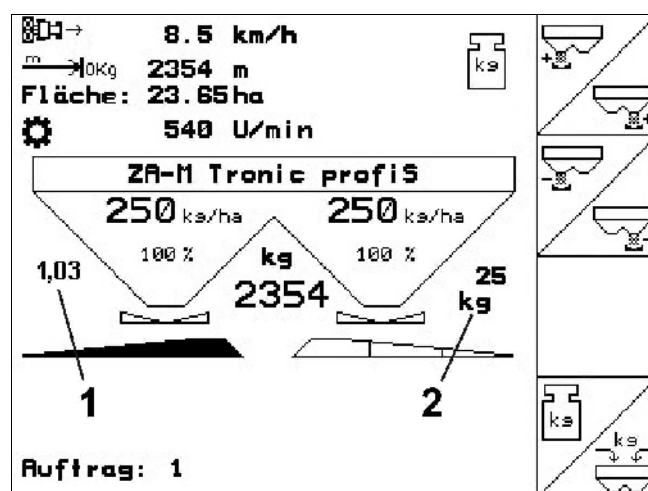

Рис. 43
- Мгновенный коэффициент калибровки (Рис. 43/1).
- Внесенное количество после последней онлайн-калибровки (Рис. 43/2).
время движения  (Индикация Рис. 43/2 погаснет). Дальнейшее распределение производится с последним калибровочным коэффициентом.